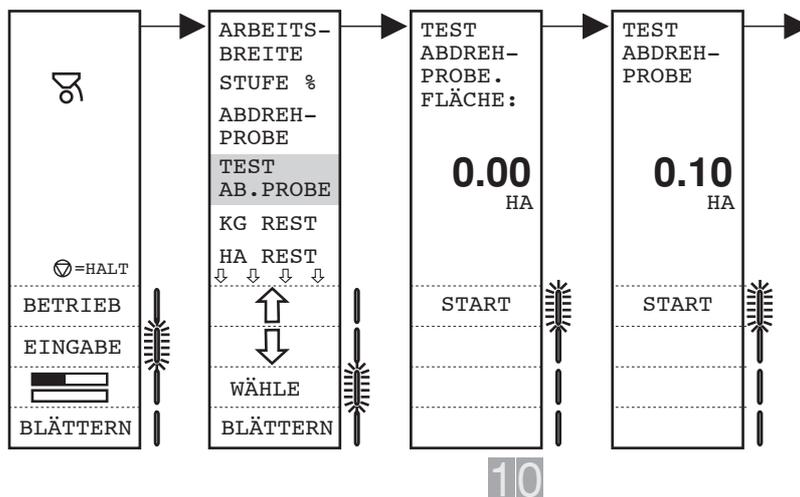

Рис. 22 - 22 Провести пробу проворачиванием для 0,1 га
- Задайте значение площади для теста, например 0,1 га, см. рис. 22 - 22.